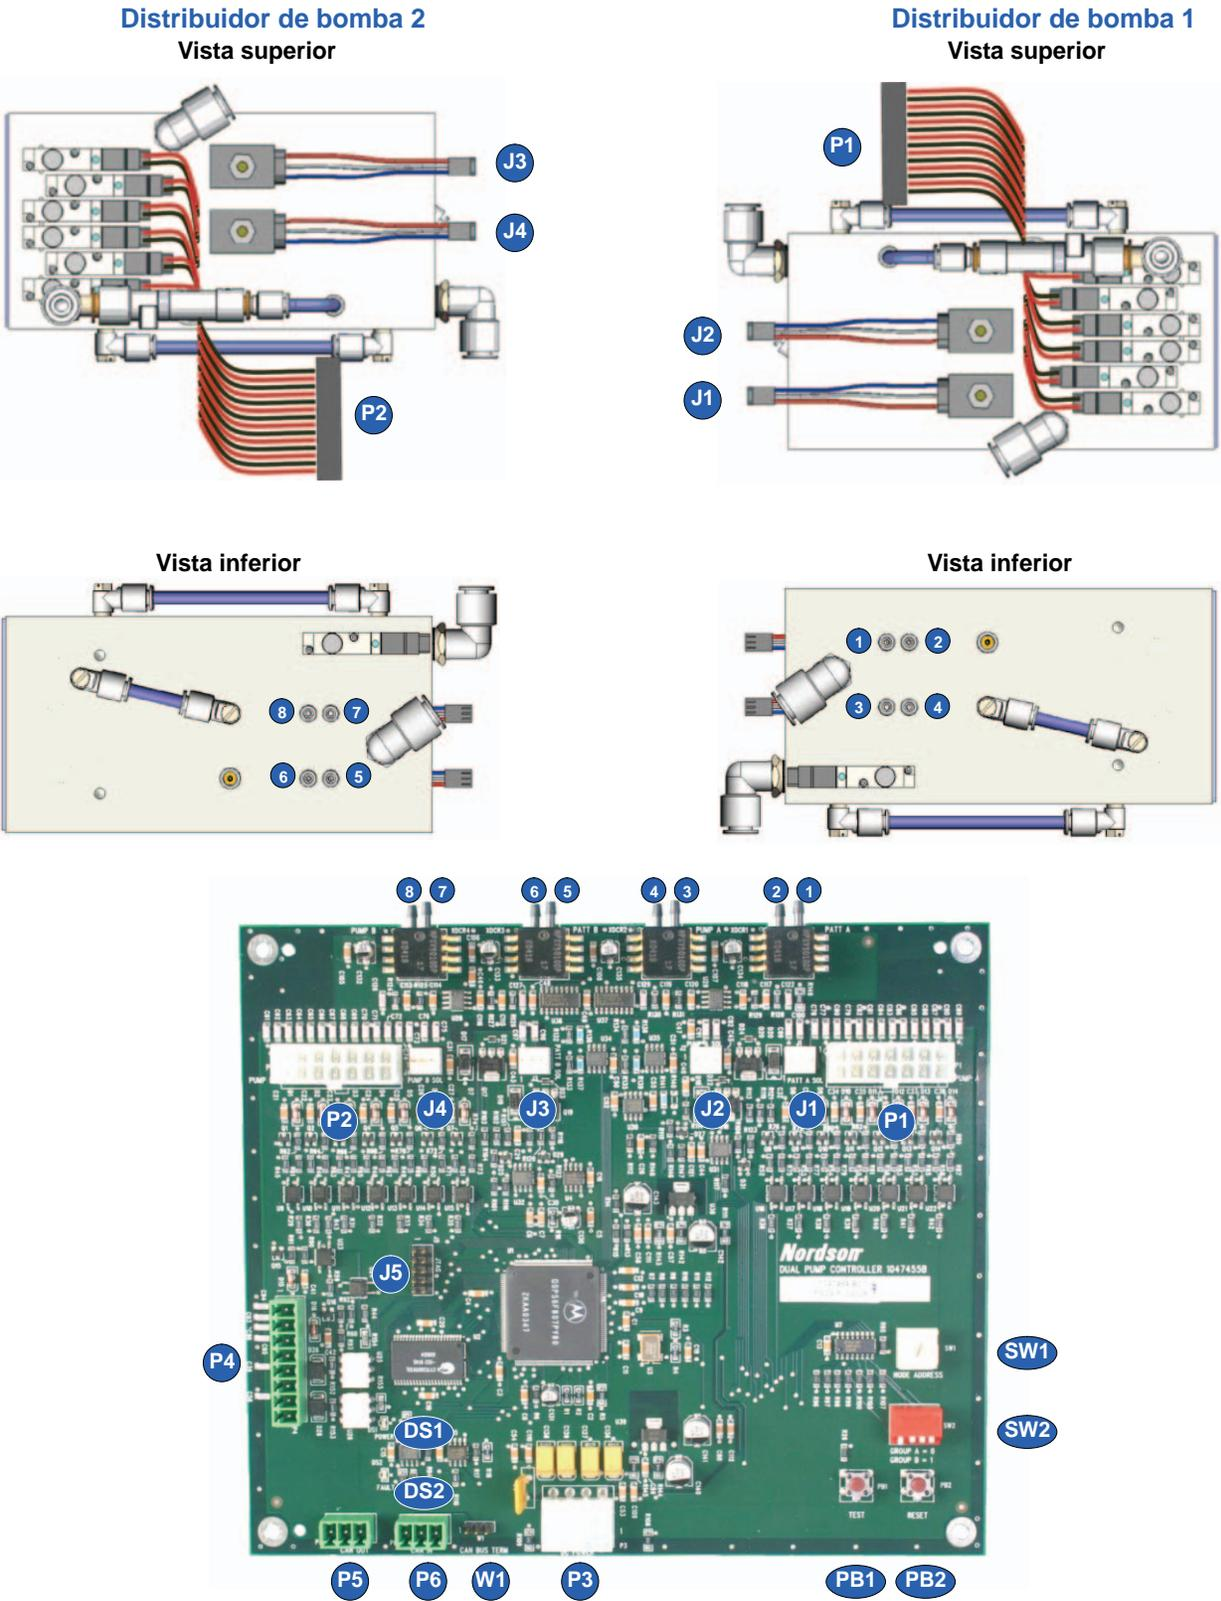

Figura 3 Conexiones de la placa de circuito al distribuidor de control de bombas
6. Ver la figura 3. Conectar los ocho tubos de aire de los transductores de la placa de circuito nueva en los racores correspondientes en el (los) distribuidor(es) de control de bombas.